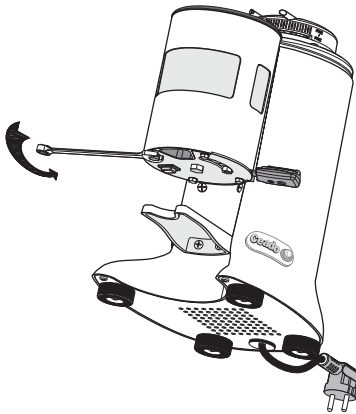

Abb. 9
- 1** Mit einem Schlüssel Nr. 10 die Schraube am Dosiererboden, wie in der Abb. 9 ersichtlich, abschrauben.